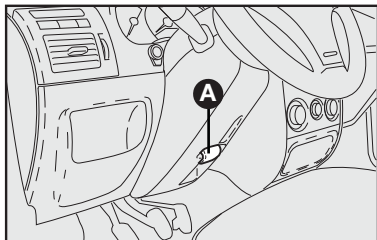
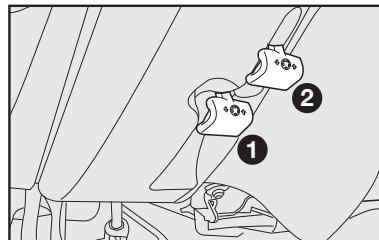

fig. 10
fig. 11
VOLANTE - fig. 10 e 11
- 1) deslocar a alavanca A-fig. 10 para a posição 2-fig. 11;